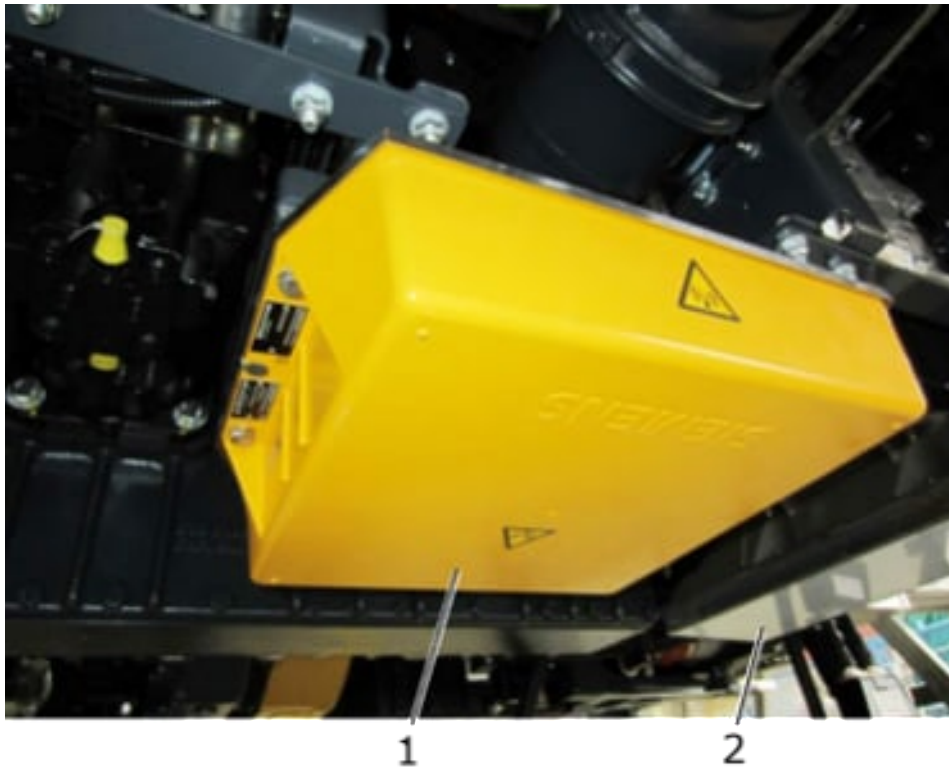

Abb. 42: Balisenantenne
Die Balisenantenne, siehe Abb. 42 (1), empfängt Informationen von der Streckeneinrichtung über die im Gleis verlegten Balisen und Euroloops.